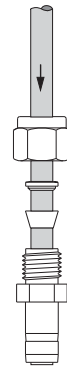

Figura 3
**Nota:** los tanques de la serie 626DT puede ser utilizados con mangueras de fluido de diámetro externo (D.E.) de 1/4" o 3/8". Si utiliza una manguera de 1/4" debe utilizar el conector reductor #62518PT (Figura 3).